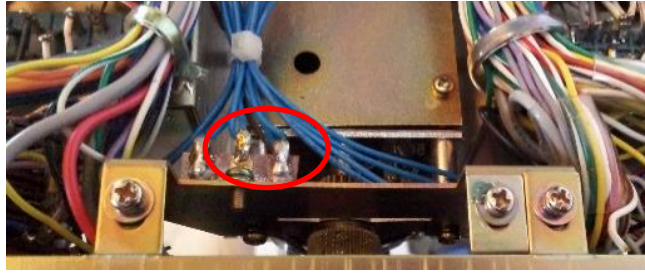

Abbildung 12
- Entlöten Sie die beiden Skalenlampen (vier blaue Drähte) am Anschlussblock (siehe Abbildung 12) und die Printplatte PB1471 (ein violetter Draht) am Drehschalter CHANNEL.